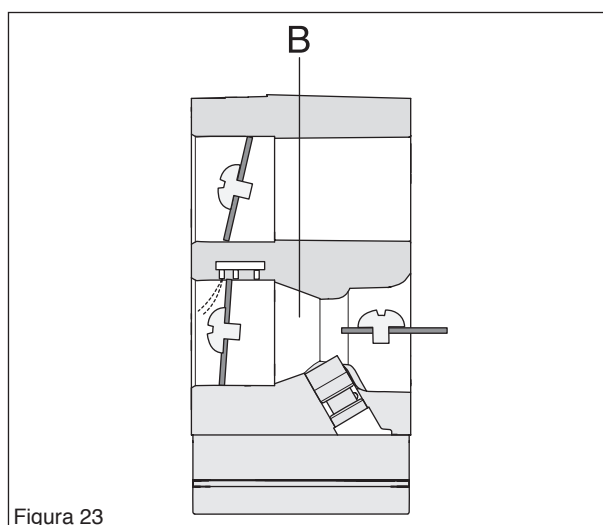

Figura 23
En la unidad mezcladora (B) están el estrangulador, las mariposas de aceleración y los difusores. Aquí se mezcla el aire y el combustible en una proporción que pueda ser encendida por la chispa de encendido. (Ver la figura 23.)